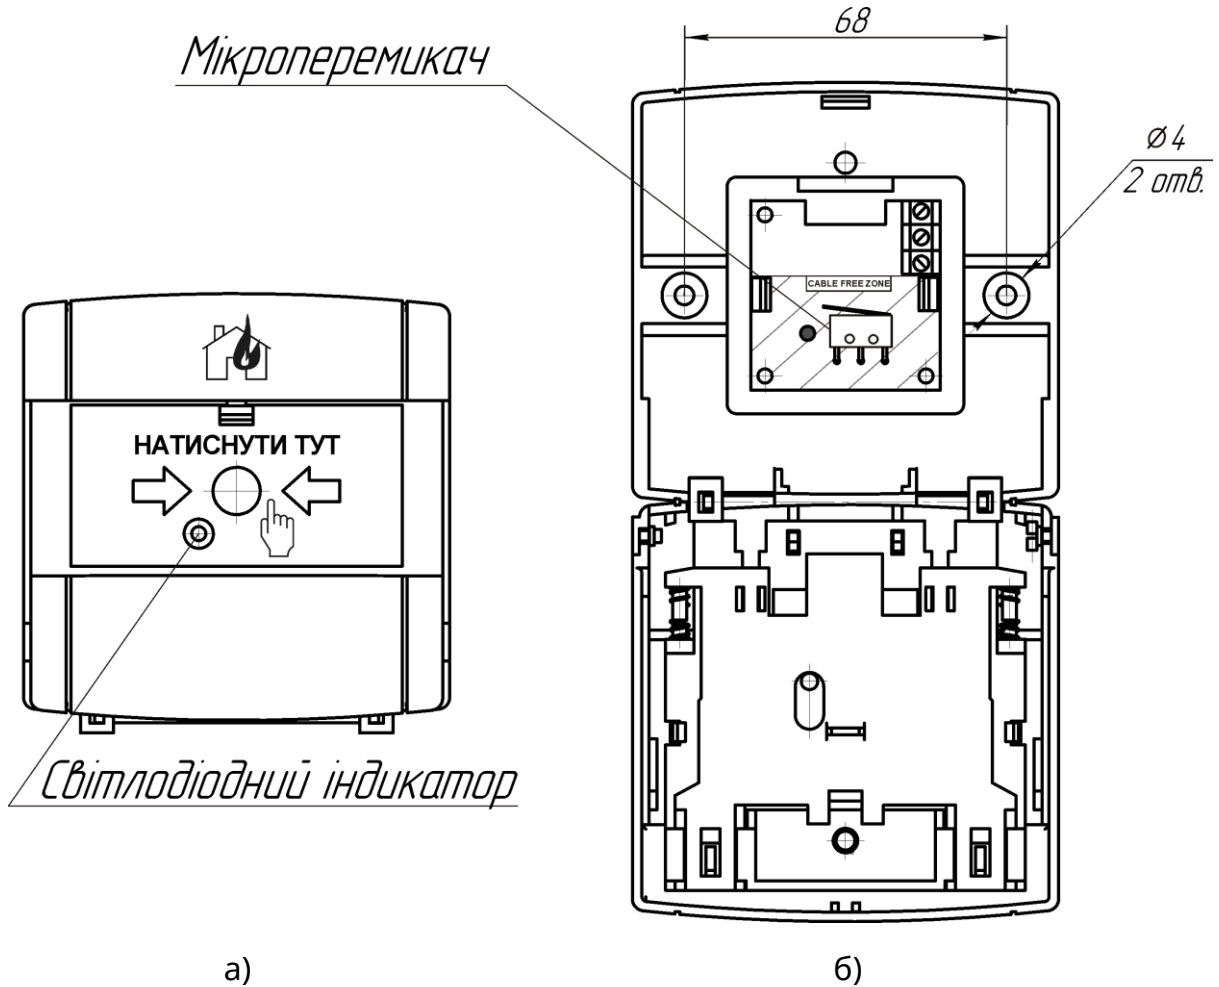

Рисунок 1 - Зовнішній вигляд (а) та внутрішня компоновка (б) сповіщувачів
3.1 Для монтажу сповіщувачів необхідно відкрити сповіщувач натисканням ключа на заціпку у верхній частині сповіщувачів, протягнути проводи всередину сповіщувача і закріпити його на стіні приміщення за допомогою дюбелів та гвинтів (див. рис. 1). Підключення сповіщувачів проводиться згідно схеми наведеної на рисунку 2. Рекомендований переріз проводів від 0,28 до 1,0 мм2.